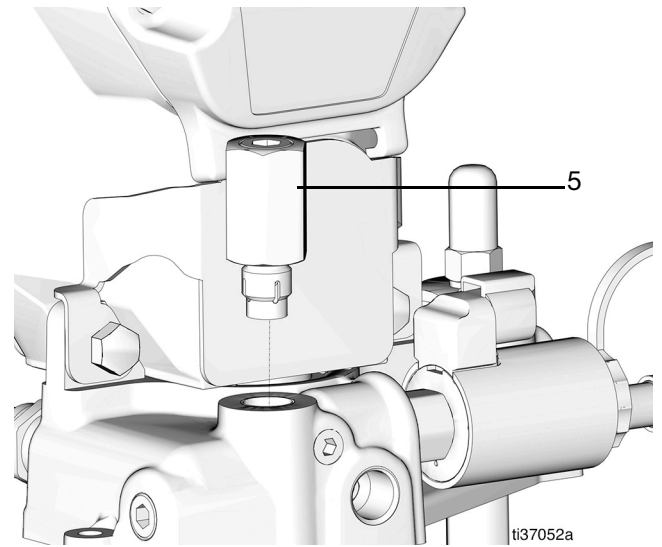

图 31
注意：压油盘可能会沉入稀释剂内 (5) (图 31)。
9. 拆下泄压阀套筒 (5) (图 31)。